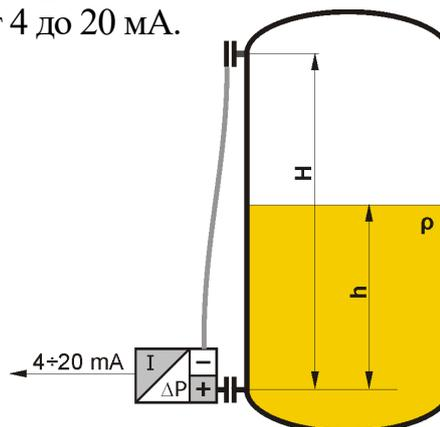

Рисунок 5
2.3.1.13.2 Конфигурирование преобразователя APR-2200 для измерения уровня в закрытой емкости (рисунок 5):